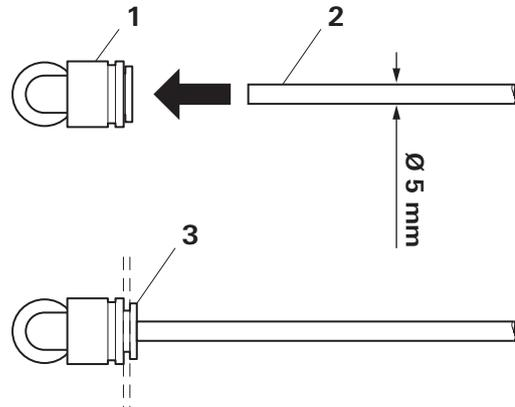

Fig. 45
- ▶ Fixer la conduite de carburant au plongeoir et la raccourcir (Fig. 45).